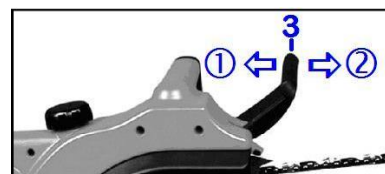

Fig.7
1. Le frein de chaîne est desserré (c.-à-d. la chaîne peut se déplacer) lorsque le levier de frein (3) est tiré vers l'arrière et verrouillée vers la poignée avant (① Fig.7).
2. Le frein de chaîne est engagé (la chaîne est verrouillée) lorsque le levier de frein (3) est écarté de la poignée avant en position ② (Fig.7).
Pour ce faire, éteindre la machine, puis pousser le protège main avant (3) en position verticale (①Fig.7) jusqu'à ce qu'il se bloque. Le frein de chaîne est à nouveau opérationnel.
① Vérifier le niveau d'huile avant chaque utilisation de la tronçonneuse et, si nécessaire, refaire le plein.